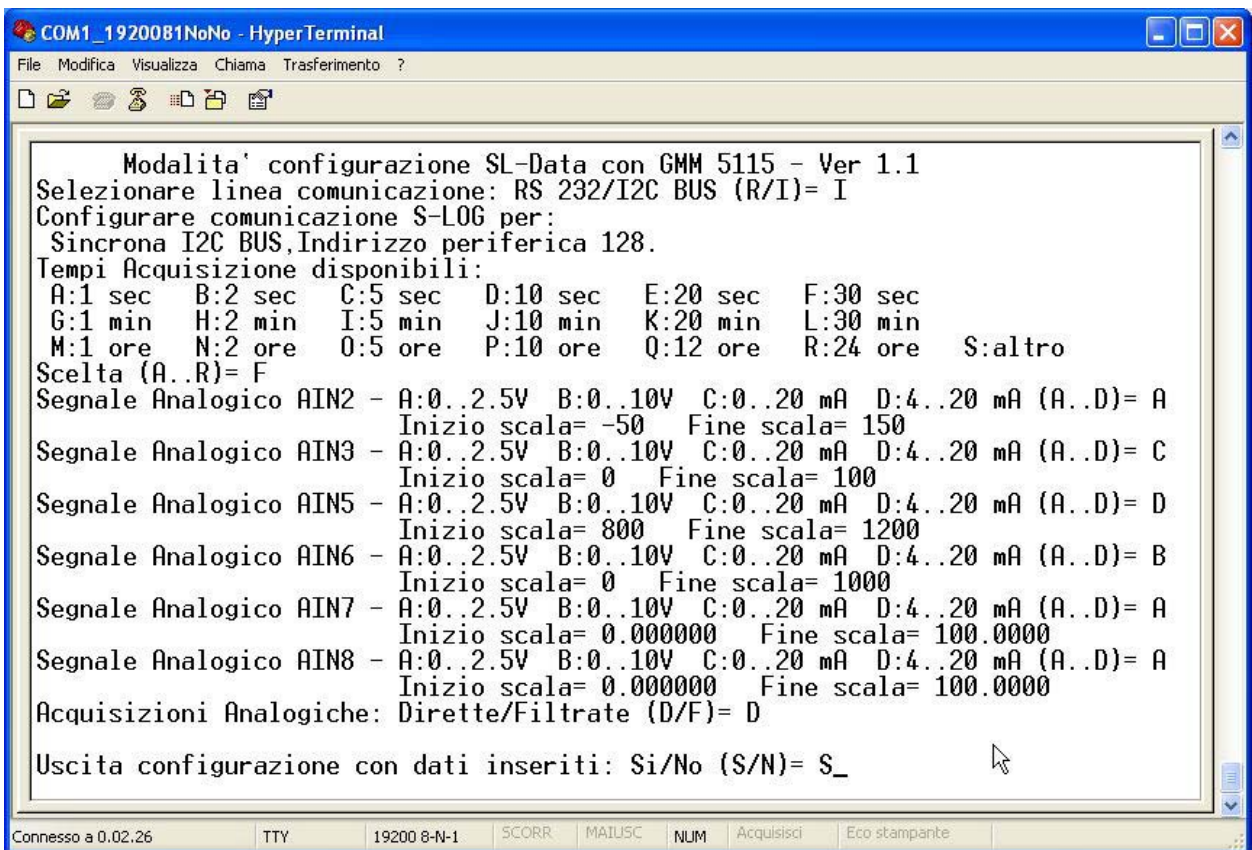

FIGURA 10: IMPOSTAZIONI PER CONFIGURAZIONE HW ACQUISIZIONE
- 9) Da sottolineare che i valori riportati in figura 10 sono quelli richiesti dall'applicazione proposta, che i segnali analogici non usati sono rimasti con le impostazioni base, che le acquisizioni sono dirette e che come linea di comunicazione è stata scelta quella I2C BUS.